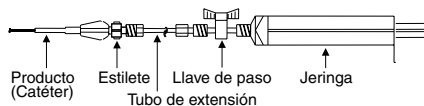

Fig.1: Ejemplo de Combinación / Conexión de accesorios
- (2) Inspeccione y confirme si cada dispositivo funciona correctamente.
- (3) Retire el producto del envase (todavía en el aro de protección).
- (4) Descargue el producto con solución salina heparinizada mientras se retiene el producto en el aro de protección. Asegúrese de que el producto no se contamine al ser expulsado del aro de protección durante el proceso de descarga.
- (5) Retire el producto cuidadosamente del aro de protección.
- (6) Conecte el tubo de extensión al montaje de conexión en el estilete y la llave de paso al tubo de extensión. Cuando no se necesite el tubo de extensión o el estilete o ambos, directamente conecte la llave de paso al producto o al conector del estilete.
- (7) Inserte 10ml de solución salina heparinizada en la jeringa y elimine el aire contenido dentro de la jeringa. Según la Fig.1, fije la llave de paso a la jeringa y abra la válvula de la llave de paso.